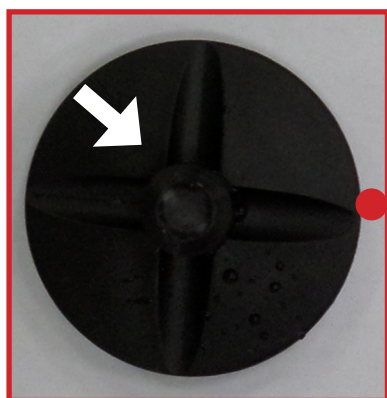

Рисунок 23
**Примечание:** При сборке будьте внимательны, крыльчатка должна быть установлена таким образом, чтобы стрелка на крыльчатке указывала на бороздку мотора миксера (см.рис.23). В противном случае крыльчатка не встанет на своё место.